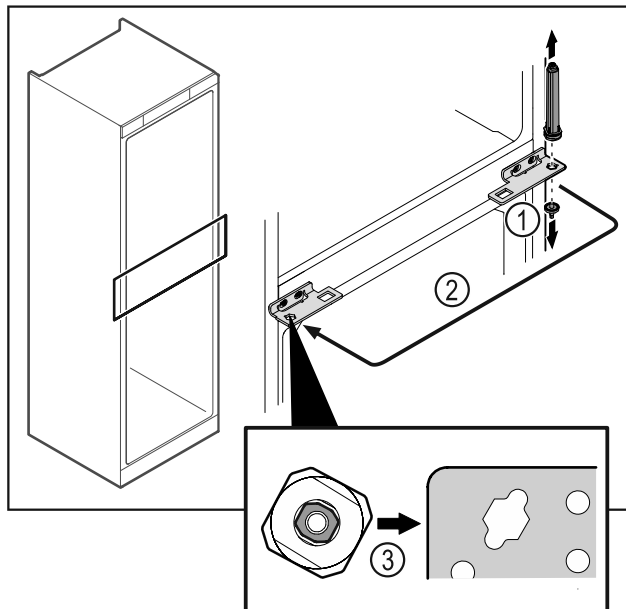

Fig. 43
- Lironi bulonin e menteshës Fig. 43 (1).
- Ktheni sistemin e mbylljes së derës Fig. 43 (2) në anën tjetër.
- Bëni kujdes që gjatë vendosjes, e prera e kokës së bulonit Fig. 43 (3) të jetë e drejtuar nga vrima e rrumbullakët.